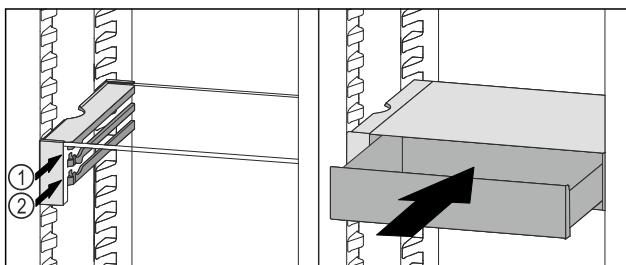

Fig. 78
- ▶ Placer le tiroir VarioSafe derrière les butées sur la nervure désirée Fig. 78 (1) ou Fig. 78 (2).